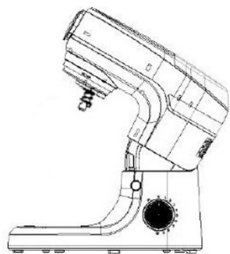

Рис. 1
- Придерживайте рукой моторный блок (2) и нажмите на кнопку фиксатора (3), моторный блок (2) зафиксируется в верхнем положении (рис. 1).
- Установите крышку чаши (8) на место установки (10).
- Поверните крышку (8) для её фиксации.